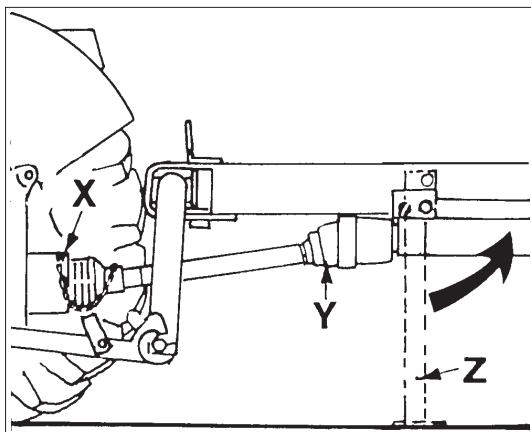

Рисунок 3-2
- Роторный валкователь прицепить к нижним тягам трактора (Рисунок 3-2)